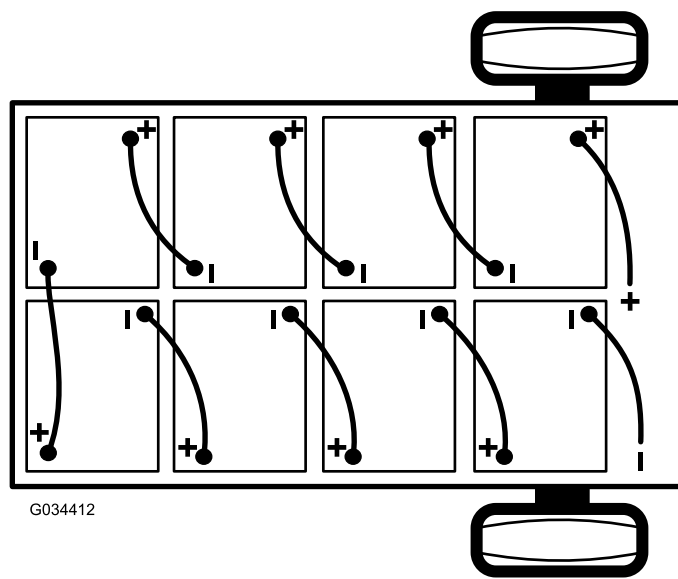

Figure 40
2. Débranchez le câble négatif principal (noir) de la batterie qui relie la rangée de batteries au point de masse de la machine (Figure 40).
3. Débranchez le câble positif principal (rouge) qui relie la rangée de batteries au contacteur principal de la machine (Figure 40).
- Remarque:** Tenez compte de la polarité lors de la mise en place des batteries neuves (Figure 40).
6. Reliez les batteries entre elles, comme montré à la Figure 40, avec les câbles d'interconnexion que vous avez retirés à l'opération 1.
2. Branchez le câble positif principal (rouge) entre la rangée de batteries et la machine (Figure 40).
3. Branchez le câble négatif principal (noir) entre la rangée de batteries et la machine (Figure 40).